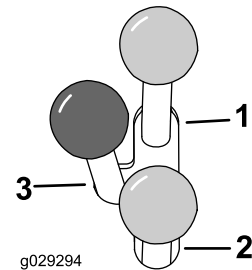

Bild 12
- Wenn Sie ein hydraulisches Anbaugerät vorwärts einsetzen möchten, schieben Sie den Hilfshydraulikhebel nach vorne (Bild 12).
- Wenn Sie ein hydraulisches Anbaugerät rückwärts bewegen möchten, schieben Sie den Hilfshydraulikhebel nach hinten (Bild 12).
Hinweis: Wenn Sie den Hebel in der VORWÄRTS- oder RÜCKWÄRTS-Stellung loslassen, geht er automatisch in die NEUTRAL-Stellung zurück (Bild 12).